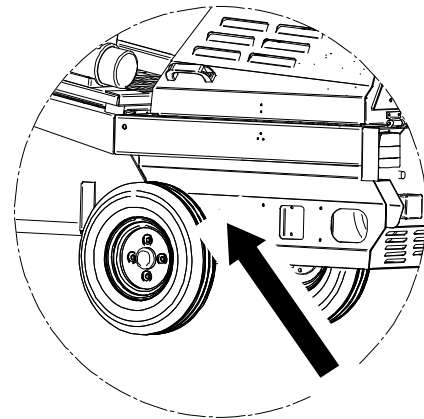

ABB. 12
-Täglich durch das Loch - Abb. 12 - fetten.